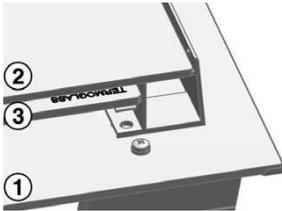

图 31
4. 清洁完后，将第 3 号玻璃插入相同的位置，这样，印在该玻璃上的隔热玻璃 (TERMOGLASS) 的标识会如图 31 中可见。